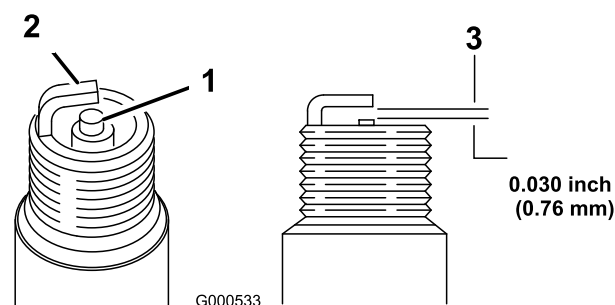

図 51
- すきまゲージでエア・ギャップの点検を行い、隙間の大きさが適切でなければ側面の電極を注意深く曲げて調整する(図 51)。
1. 中央の電極部(図 51)を観察する。